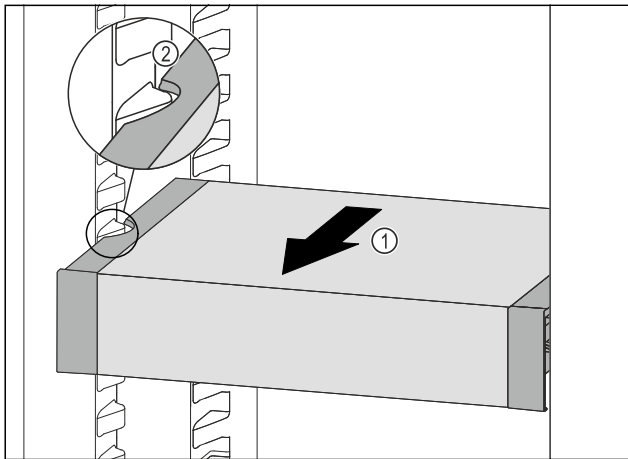

Fig. 100
- VarioSafe nach vorne ziehen Fig. 100 (1), bis sich die seitlichen Aussparungen des VarioSafes auf Höhe der Behälterrippe im Kühlteil befinden. Fig. 100 (2)